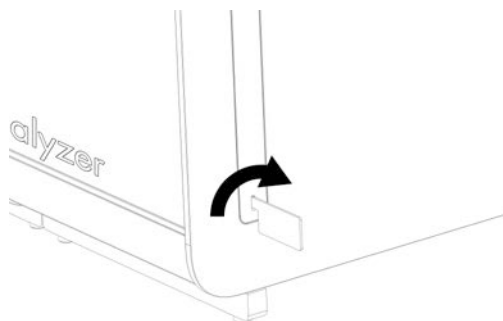

Figura 15. Scoaterea capacelor de protecție.
3. Scoateți capacele de protecție de pe părțile laterale ale modului analitic, folosind instrumentul de îndepărtare a capacului de protecție, livrat împreună cu QIAstat-Dx Analyzer 1.0 (Figura 15).